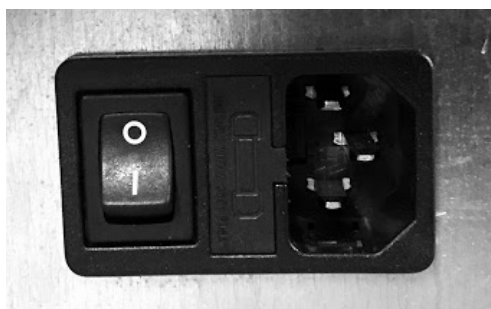

Fig. 30 - Prise électrique avec interrupteur général
- Brancher le câble d'alimentation avant sur le dos du poêle (voir **Fig. 30**), puis à une prise murale.
- L'interrupteur général 0/I (voir **Fig. 30**) ne doit être activé que pour allumer le poêle ; si ce n'est pas le cas, il est conseillé de le tenir éteint.